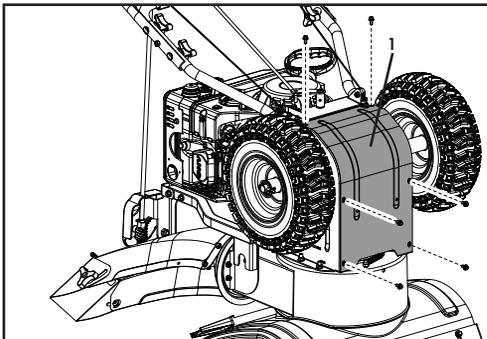

Figure 26
- Enlevez le couvercle de la base du châssis (1) du dessous de la souffleuse à neige en enlevant les 6 vis M6 x 16 qui le retiennent (figure 26).